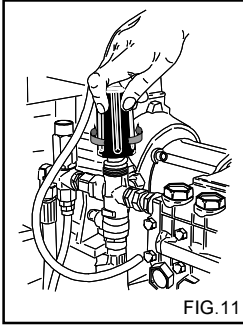

FIG.11
Dieses Kapitel bezieht sich nur auf die Modelle, die über einen "Druckregulierer" verfügen. Mit dieser Vorrichtung (Fig.11) kann man den Betriebsdruck regulieren. Wenn man den Drehschalter C entgegen dem Uhrzeigersinn dreht (B) (Minimum) wird der Betriebsdruck verringert.